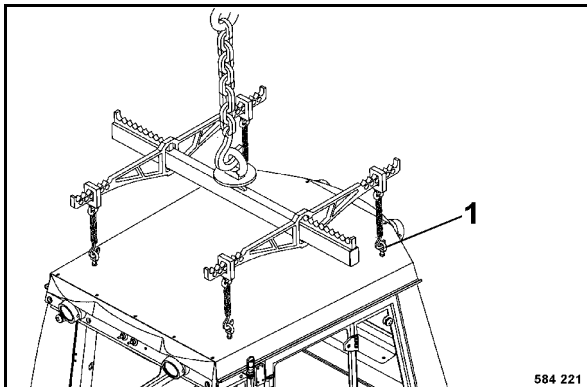

Fig. 205
- Fixer les élingues aux quatre oeillets de levage 1 (Fig. 205).